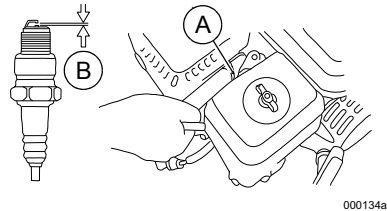

Figura 4-2. Servicio de la bujía
1. Consulte la **Figura 4-2**. Limpie el área alrededor de la bujía (A).